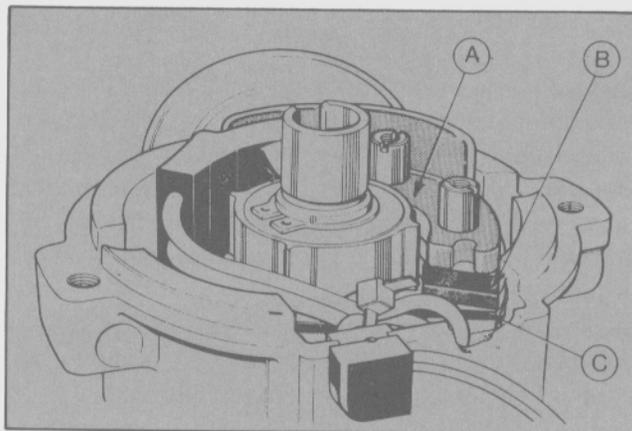

Fig. 3 - Imán permanente.
- b) **Imán permanente:** El imán permanente está colocado entre la placa portabobina y la pieza polar magnética. El imán permanente es de acero sinterizado y posee la característica de tener los polos norte y sur en las caras superior e inferior (Fig. 3).